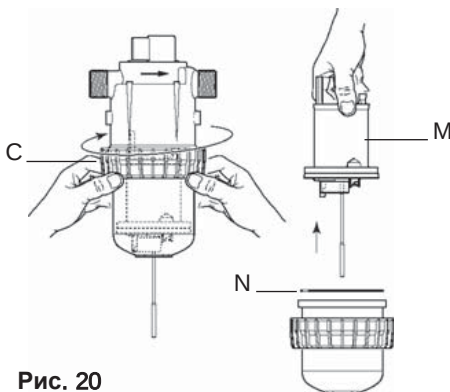

Рис. 20
- Открутите вручную гайку крепления (**Рис. 20-С**) и разъедините части корпуса.
- Потяните и извлеките поршень двигателя из корпуса (**Рис. 20-М**).